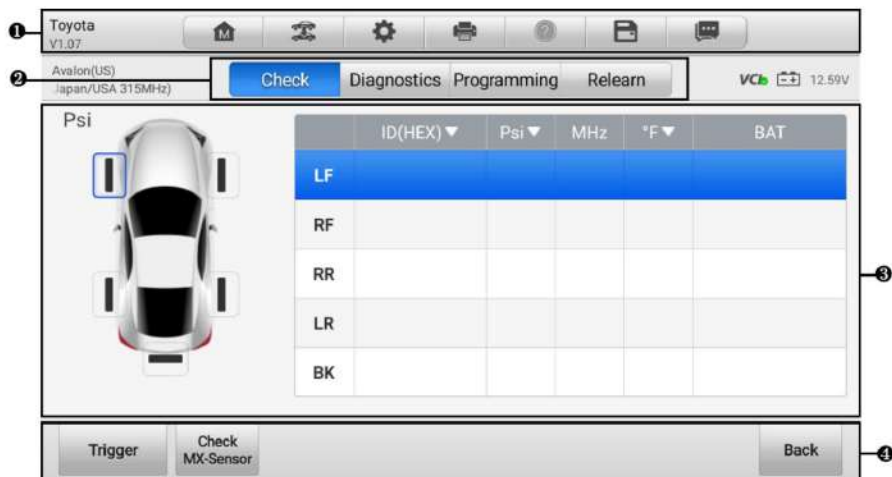

Figure 6-14 Écran de service TPMS
5. L'écran du service TPMS s'affichera. Voir Figure 6-14 Écran de service TPMS.
Voir Figure 6-14 Écran de service TPMS.
7. Suivez les instructions à l'écran pour terminer l'opération et passer à l'écran Service TPMS. Voir Figure 6-14 Écran de service TPMS.
5. Suivez les instructions à l'écran pour confirmer les informations sur le véhicule et enfin accédez à l'écran de service TPMS. Voir Figure 6-14 Écran de service TPMS.